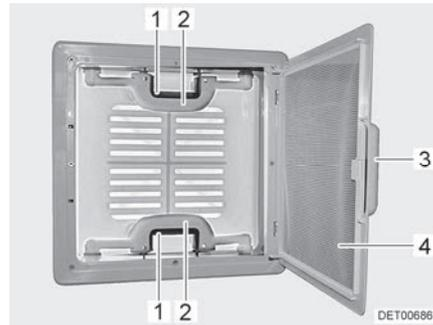

Fig. 40 Oblò a scatto
- Tirare la maniglia (Fig. 40,3).
- Ribaltare la protezione contro gli insetti (Fig. 40,4) verso il basso.
- Premere la chiusura a scatto (Fig. 40,1) verso l'interno dell'oblò. Premere contemporaneamente verso l'alto l'oblò con la maniglia (Fig. 40,2).
- Spingere la protezione contro gli insetti (Fig. 40,4) verso l'alto finché non si innesta.
- Tirare con forza verso il basso le due maniglie (Fig. 40,2) dell'oblò, fino a quando non scattano entrambe le chiusure (Fig. 40,1).